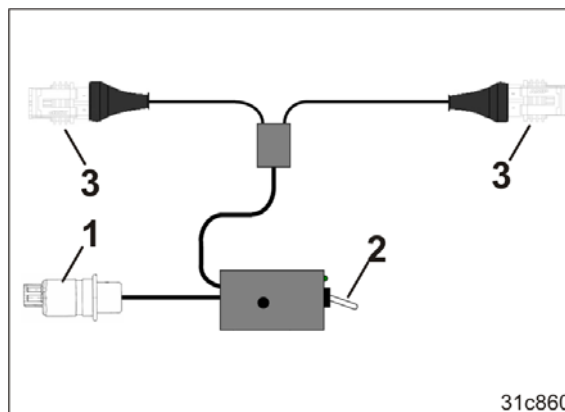

Рис. 149
18. Вставьте штекер (Рис. 149/1) системы освещения рамы сошников в розетку, расположенную в кабине трактора.
Выключатель (Рис. 149/2) служит для включения и выключения системы освещения (Рис. 149/3).